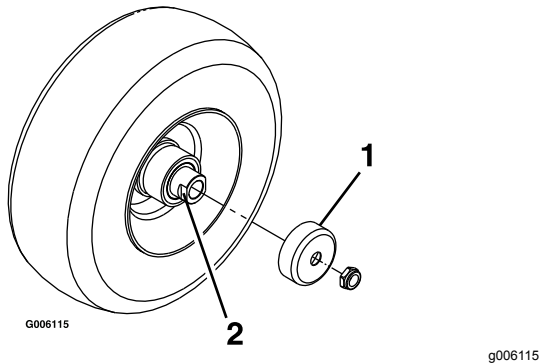

Bild 38
4. Entfernen Sie die Dichtungsabdeckungen von der Radnabe (**Bild 38**).